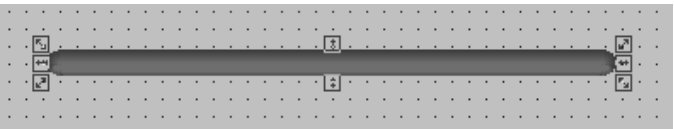

图 3-9
2、选择工具箱中的“立体管道”工具，在画面上画一管道，如图 3-9 所示：